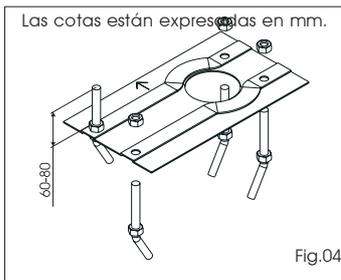

Fig.04
- Ensamble la placa de cimentación como se muestra en la Fig. 04